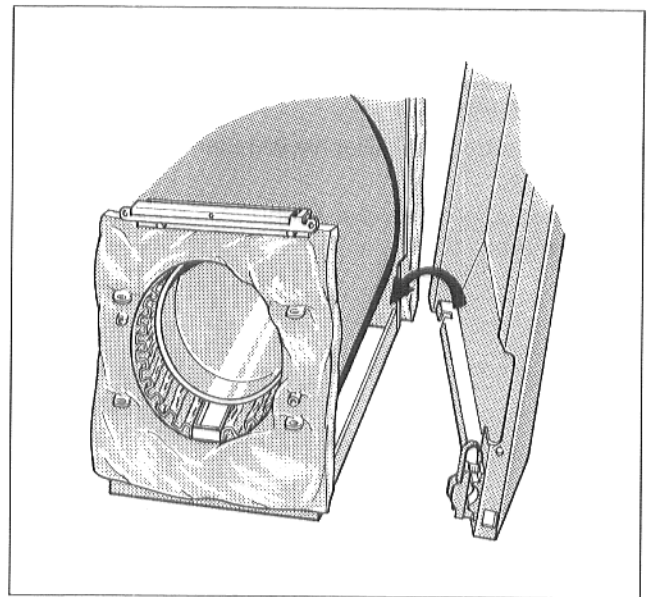

Abb. 11
- Linke und rechte Seitenwand mit unterer Abkantung unten in Winkelleiste des Kesselrahmens einsetzen (Abb. 11).